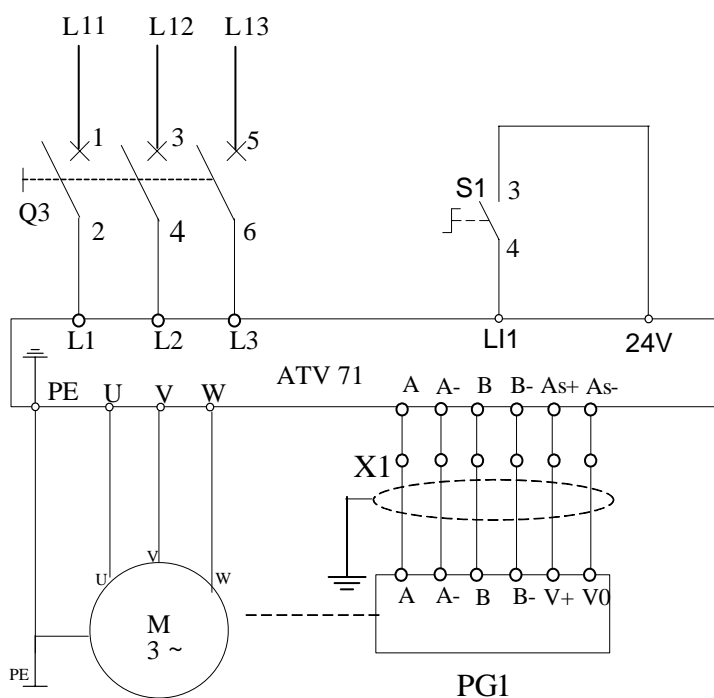

图7-9 实训七电路图
1. 按照图 7-9 接线，并确认接线正确、可靠。确认 S1 启动按钮未合上。